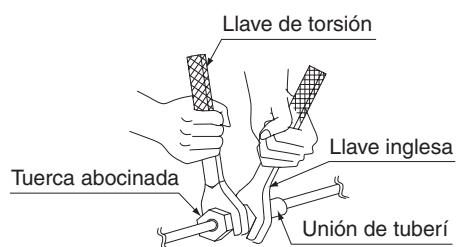

Fig. 4
(1) Conecte la tubería.
- Cuando conecte o desconecte la tubería de la unidad, **asegúrese de utilizar dos llaves inglesas y dos llaves de torsión. (Refiérase a la Fig. 4)**